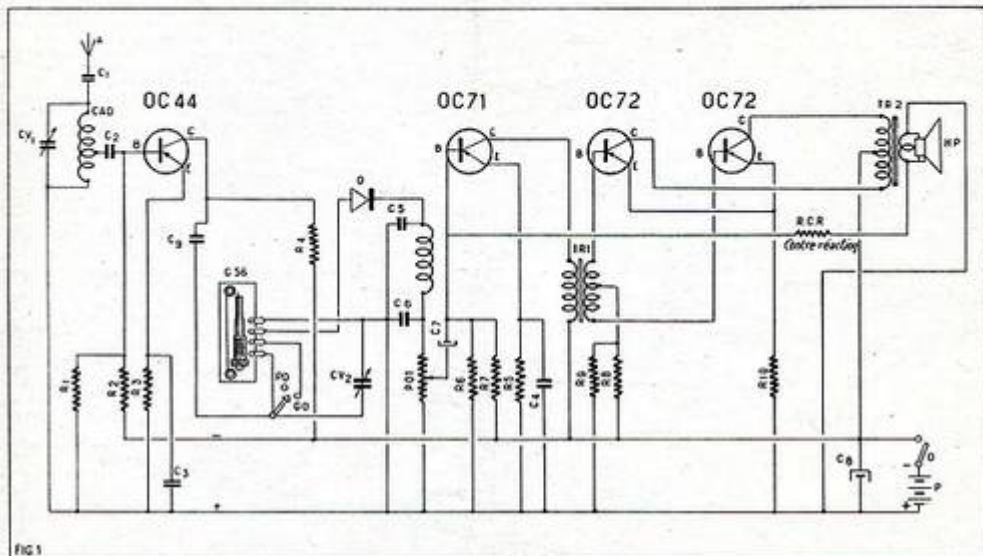

FIG. 1
« L'astuce », consiste à connecter la partie du bobinage du bloc G 52 ayant la plus grande impédance, au collecteur du transistor haute fréquence OC 44, et la partie du bobinage de ce bloc ayant la moins grande impédance, à l'anode de la diode détectrice. Ceci afin d'adapter le mieux possible le bloc d'accord G 52 à sa nouvelle fonction. (Les figures 1 et 2 vous indiquent comment effectuer les connexions qui sont complètement différentes de celles figurant sur le schéma accompagnant le bloc).
ce récepteur est terminé. Le noyau plongeur de ce bloc servira pour le réglage de mise au point de la HF (à effectuer une fois pour toutes, l'accord se faisant par la suite, à l'aide du condensateur variable CV2 couplé avec le condensateur CV1) (fig. 1).
## Construction du récepteur (fig. 1).
Ce récepteur fonctionne sur deux gammes d'ondes (PO et GO). Comme collecteur d'ondes, il utilise soit un cadre ferroxyde pour la réception des émetteurs régionaux avec le maximum de sélectivité possible (sans que cela soit au détriment de la musicalité, nous attirons tout particulièrement votre attention là-dessus), soit une petite antenne de 4 à 5 m au maximum et une prise de terre (pour la réception des émetteurs éloignés ou d'assez faible puissance). Comme indiqué figure 1, il faut prévoir sur ce cadre une prise de terre (connectée au + de la pile), et une prise d'antenne, dans laquelle on intercale en série un condensateur fixe au mica de 150 pF (C1). Ce cadre CAD (qui sert en même temps de bobinage d'accord du circuit d'entrée, lorsque le récepteur est utilisé avec une antenne et une prise de terre), est accordé par un condensateur variable de 490 pF (CV1), couplé avec le condensateur variable de 490 pF également (CV2) utilisé pour l'accord du transfo HF (G 56). Ce couplage des deux condensateurs variable permet de réaliser une commande unique. En PO le commutateur de gammes d'ondes (S) court-circuite le bobinage GO et de ce fait élimine son action. Sur la position GO les deux bobinages du bloc sont uti-
mica de  $100 \mu\text{F}$  (C3). Cette même connexion est reliée électriquement aux lames mobiles du condensateur variable CV2. Le collecteur de l'OC 44 est également connecté au pôle négatif (-) de la pile en intercalant en série dans cette connexion une résistance de  $4.700 \Omega$  (R4). La connexion allant du bloc G 56 à la diode D, est directement connectée à l'anode d'un OA 50 ou OA 79, ou autre du même genre. Les courants basse fréquence détectés par la cathode de la diode D sont collectés par un potentiomètre de  $50.000 \Omega$  (pot). Pour éliminer d'une façon absolue toutes résiduelles de courant haute fréquence qui pourraient subsister après la détection — ce qui aurait pour résultat pratique de provoquer des accrochages haute fréquence intempestifs — il est intercalé en série dans cette connexion, une self de choc haute fréquence à très faible capacité répartie (CFH de la figure 1) et encadrée d'un condensateur fixe céramique de  $22.000 \mu\text{F}$  (C5), et d'un condensateur fixe céramique de  $10.000 \mu\text{F}$  (C6).